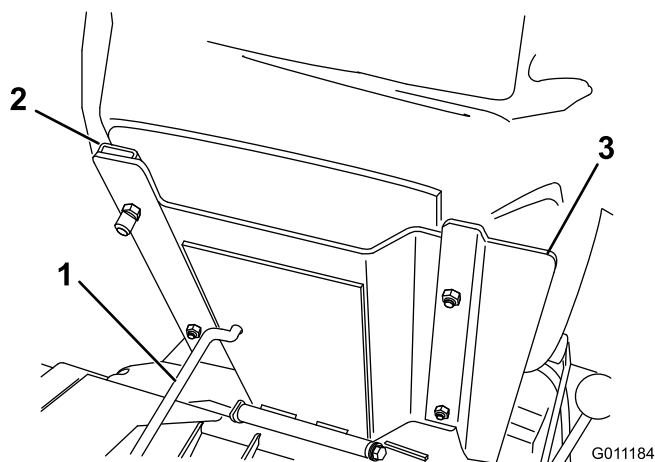

Figura 5
3. Fissate il sedile, il pannello e le guide di scorrimento sul supporto del sedile con i dadi di bloccaggio (5/16 pollice) (Figura 5) forniti come parti sciolte. Montate il pannello del sedile sul lato destro e posizionalo come mostrato in Figura 5.